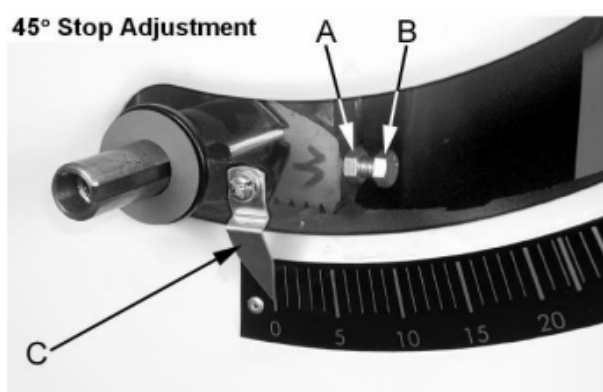

Рис. 19
8. Если пильный диск не под углом 45 градусов к столу, удалите маховик подъёма понижения пильного диска. Ослабьте контргайку (A см. рис. 19) и поверните стопорный винт регулировки (B, рис. 19) на передней цапфе во, внутрь или наружу. Регулировочный винт следует прекратить вращать на переднем кронштейне цапфы, когда пильный диск находится под углом 45 ° к столу.
9. Проверьте правильность указателя (C, рис. 19) на угол масштаба и скорректируйте, если это необходимо.